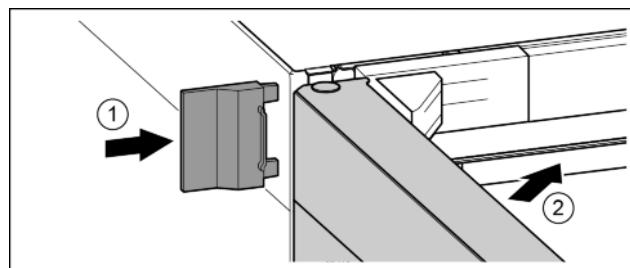

Fig. 23
- Насуньте зовнішню кришку. Fig. 23 (1)
- Закріть верхні дверцята. Fig. 23 (2)